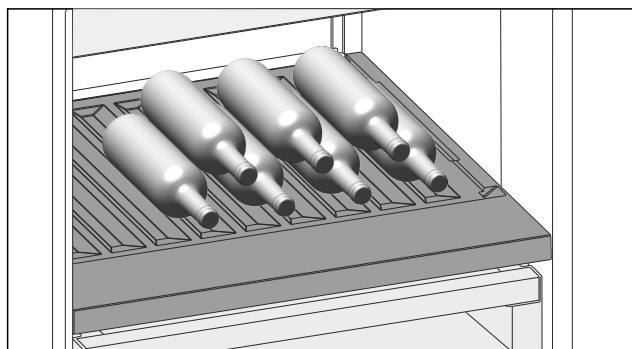

Fig. 157
- Lägg in flaskorna med botten bakåt mot bakväggen. (se Fig. 157)